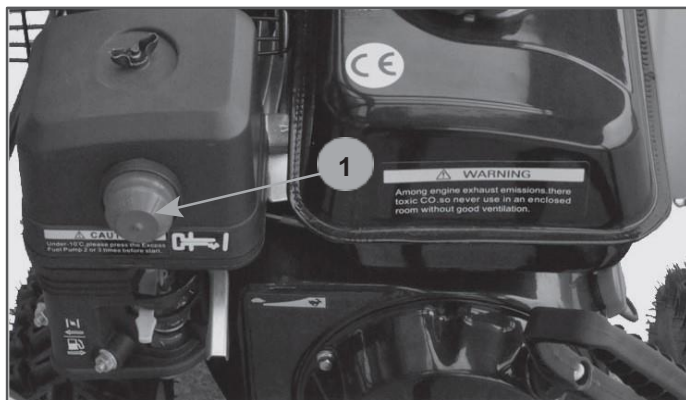

Рис. 10 Расположение ручного топливного насоса
6. Нажмите 3-5 раз на ручной топливный насос 1 (Рис. 10).